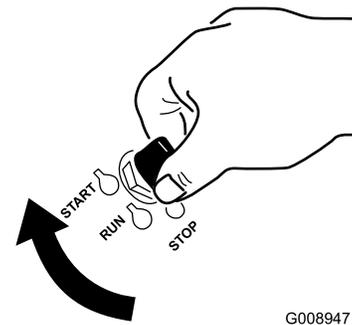

Figura 14
1. Rode a chave da ignição para a posição **Start** (ligar) (Figura 14). Quando o motor arrancar, solte a chave.
7. Rode a chave da ignição para a posição Start (ligar) (Figura 14). Quando o motor arrancar, solte a chave.